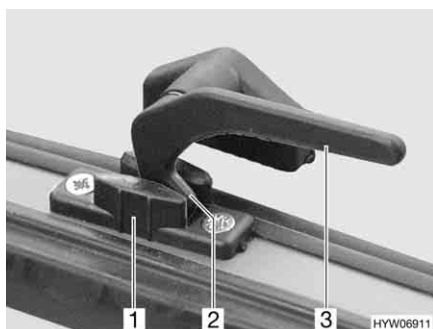

Bild 74 Låsarm i läget "kontinuerlig vädning"
- I läget "kontinuerlig vädning" (Bild 74)
- Vrid alla låsarmar (Bild 74,3) ett kvarts varv mot luckans mitt.
- Vrid tillbaka alla låsarmar. Låsspaken (Bild 74,2) måste föras in i spåret på lucklåset (Bild 74,1).